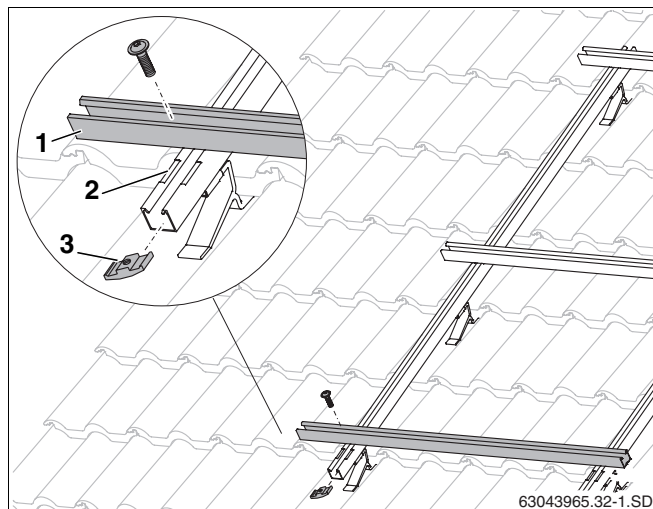

Fig. 30 Montaggio in orizzontale delle guide profilate
- Infilare le guide profilate (fig. 30, pos. 1) nelle incisioni (fig. 30, pos. 2) dei profili di rinforzo per carichi nevosi e avvitare servendosi delle viti e dei dadi in alluminio (fig. 30, pos. 3) ma senza serrare, cosicché le guide profilate possano ancora essere allineate.